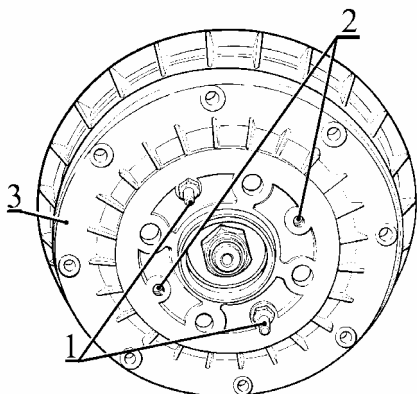

Рис.5 Тормозной барабан:
2.3.4 Установить на палец 8 опору 2. Упор "А" опоры 2 должен упираться в полку соединителя рычагов задней подвески, как показано на рис.5 (опора 67.7834-9512/10).
- отвернуть направляющие штифты 1, рис.5, крепления барабана 3 и завернуть их в технологические резьбовые отверстия 2 до отделения барабана от полуоси. Снять тормозной барабан (ключ кольцевой 12);